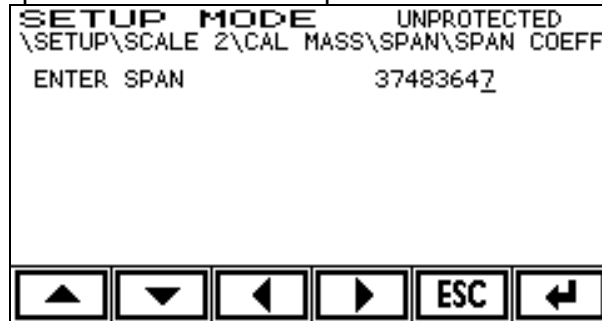

Figura 5.4.2.5.2.2.1
Permite introducir manualmente el valor de la ganancia de la báscula. Parámetro protegido (P). Para ello pulsar la tecla para acceder al menú que se muestra en la figura 5.4.2.5.2.2.1: